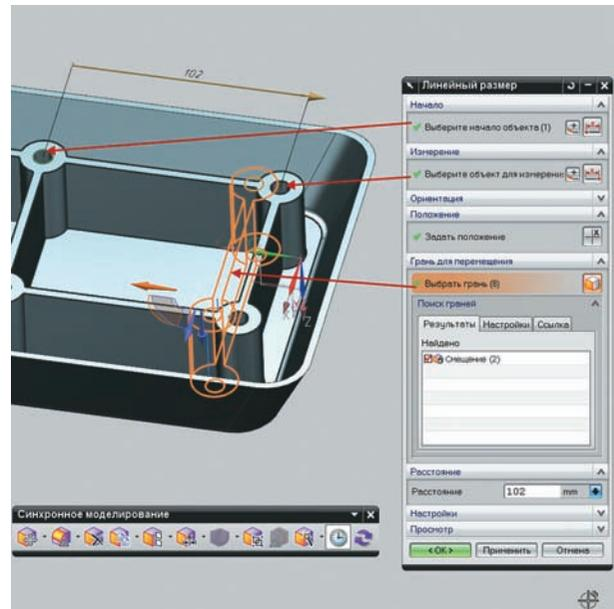

Рисунок 6.16. Линейный размер на группу
- Ещё одним линейным размером задайте расстояние между центрами отверстий двух бобышек и в качестве **Граней перемещения** выберите всю вертикальную стенку с двумя бобышками (рис. 6.16). Альтернативой заданию расстояния перемещения может быть привязка размера к объекту. Для создания привязки необходимо нажать правую кнопку мыши на маркере перемещения размера.